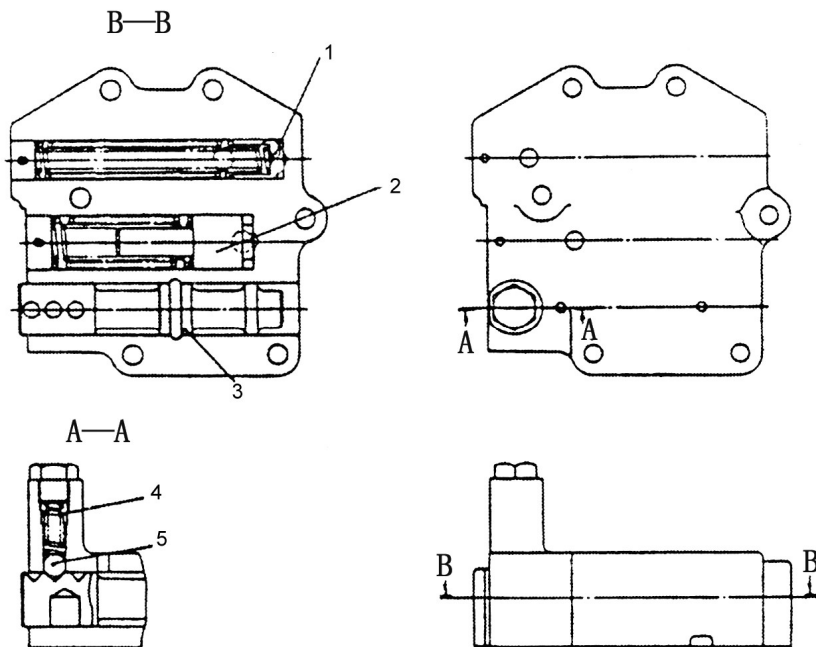

Fig.5-4 Válvula de control
5.4.1 La válvula de control situada en el interior de la cubierta de la transmisión incluye tres válvulas: una válvula de corredera de operación, una válvula de presión y una válvula de ajuste (Fig.5-4)